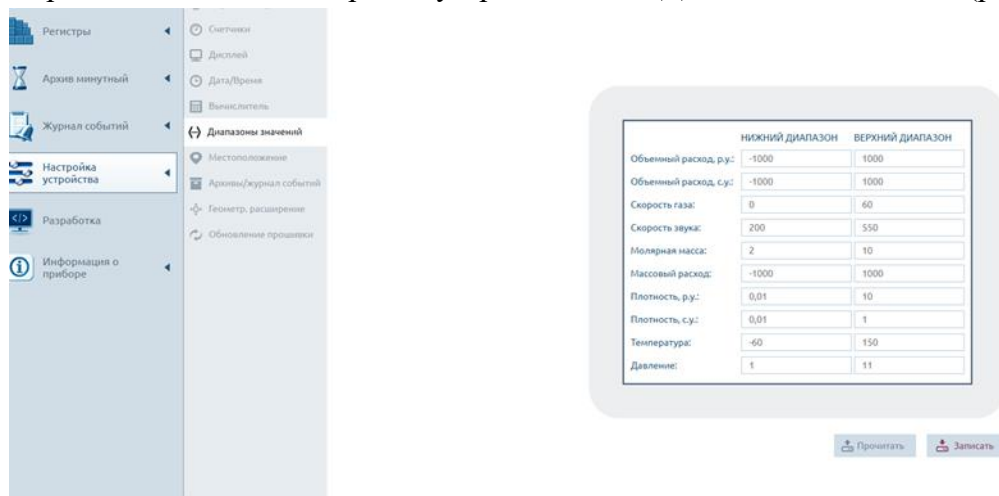

Рисунок 62 – Диапазоны значений
- Перейдите в меню "Настройка устройства" → "Диапазоны значений" (рисунок 62).